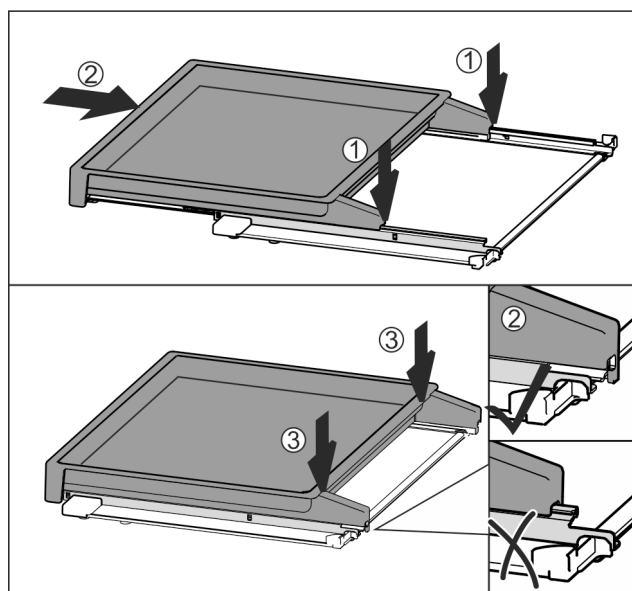

Fig. 113
- Colóquelo centrado sobre los rieles Fig. 113 (1).
- Introduzca por completo el estante extraíble Fig. 113 (2).
- Presione en el lado trasero hasta que encaje de forma perceptible Fig. 113 (3).